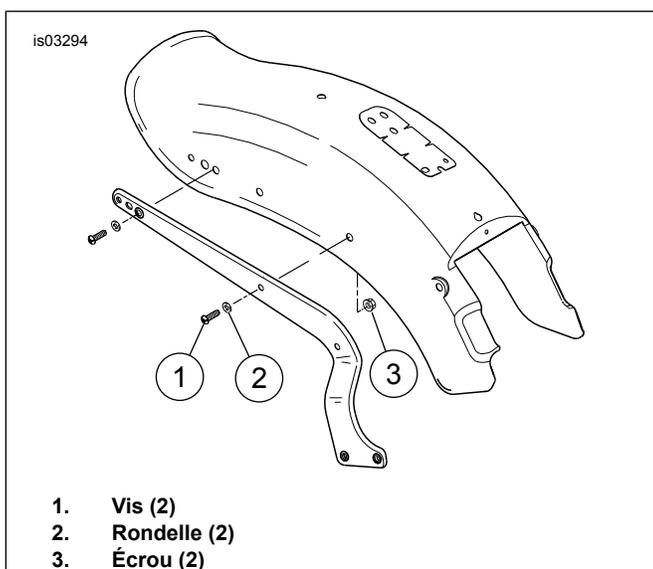

Figure 1. Retirer la visserie (FXST)
- Voir Figure 1. Retirer et mettre de côté les vis (1) et les rondelles (2) de série du support de garde-boue.